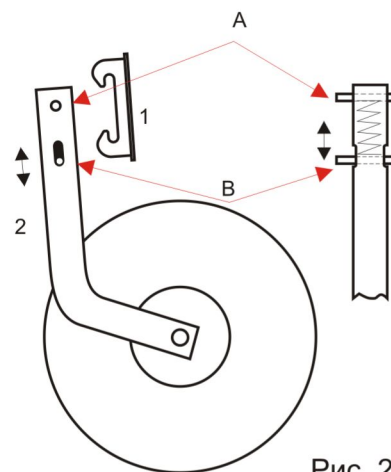

Рис. 2
Шасси состоят из фланцев-опор (1Рис.2), которые крепятся к транцу лодки, и стоек с пружинным механизмом и пневматическими колесами (2Рис.2).
2. Стойки соединяются с фланцами путем совмещения штифтов стоек (А и В на Рис. 2) с соответствующими пазами на фланцах. Принцип прост и понятен интуитивно. Упереть фиксированный штифт в паз, оттянуть пружинный штифт и, направив в другой паз, отпустить. При переводе в нерабочее состояние проделать то же самое в другом направлении.